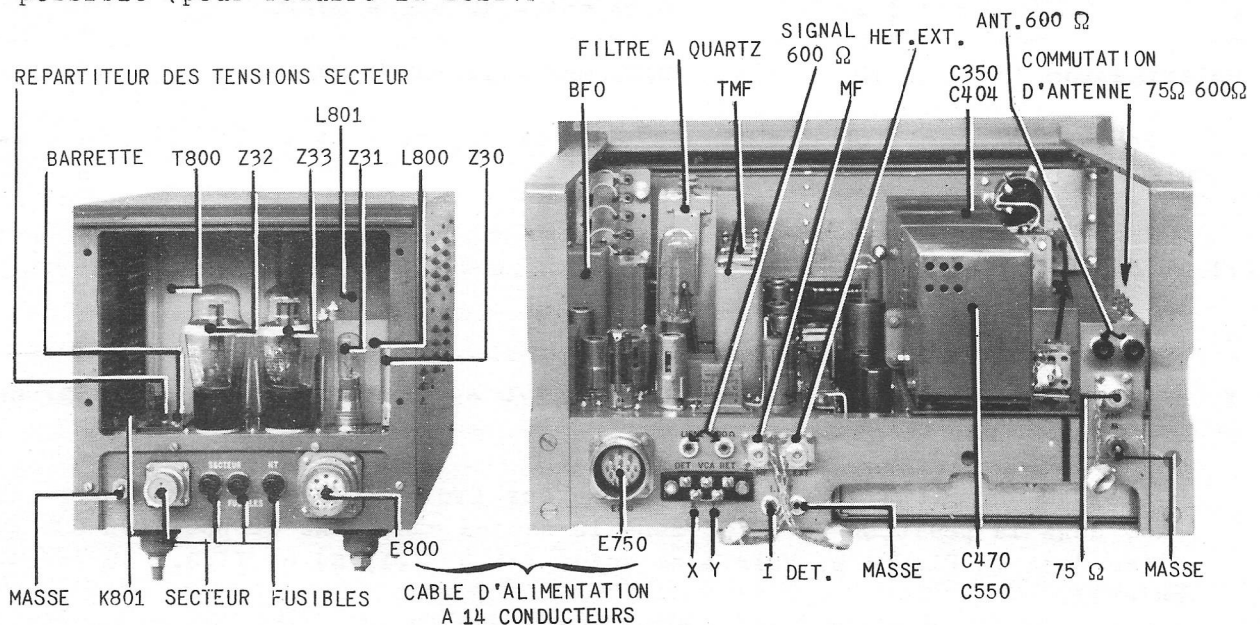

Fig. 5 - VUE ARRIERE DES APPAREILS
Sont branchées sur la face arrière (Fig. 5, partie gauche) :
2. **Prise de masse** : par la borne masse (Fig. 5) : utiliser une bande de cuivre rouge courte et large.
3. **Sortie ligne** : (puissance normale) : sur 2 fiches de 4 mm par fil blindé avec gaine à la masse (signal 600 Ω , Fig. 5).
5. **Sortie "courant détecté"** par 2 fiches de 4 mm (E.752) : voir Fig. 5, - Rep. "I détect." et "masse".
5 bornes sur barrette (Fig. 5) $\left\{ \begin{array}{l} \text{détecté (DET)} \\ \text{R.A.S. (VCA)} \\ \text{Retard (RET)} \\ \text{X et Y (à court-circuiter en montage simple)} \end{array} \right.$
2. Pour pilotage par hétérodyne extérieure : une fiche coaxiale UG 21 B/U (HET. EXT. Fig. 5).
3. Pour télégraphie manipulée par déplacement de fréquence : 1 prise FI (re-pérée MF) (Fig. 5) 100 kc/s, fiche coaxiale UG 21 B/U.
1.1.2. Face arrière (Voir Figure 5)
Répartiteur des tensions (Voir Figure 5)
2 Adaptations du préchauffage au réseau utilisé (Voir Figure 5)